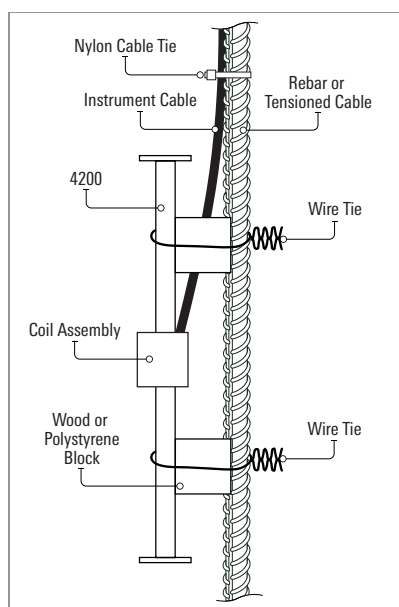

FIGURA 13: Montado de Medidores en la Varilla
1. Coloque dos piezas de madera o de espuma de poliestireno entre el medidor y la varilla, como se muestra en Figura 13.